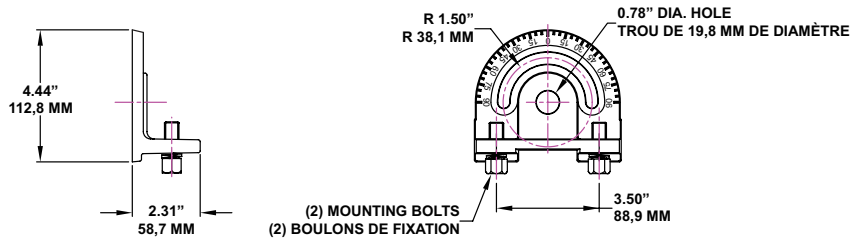

Figure 4: Crossarm Mounting Bracket (P/N: G-AM-8-CA) | Support de montage sur traverse (réf. : G-AM-8-CA)
1. Mount the luminaire with yoke to the crossarm mounting bracket with two 1/2 inch mounting bolts (supplied) and two 1/2 inch lockwashers (supplied). See Figures 4 & 5.
Montez le luminaire avec étrier sur le support de montage sur traverse à l'aide de deux boulons de montage de 1/2 po (12,7 mm) (fournis) et de deux rondelles de blocage de 1/2 po (12,7 mm) (fournies). Reportez-vous aux Figures 4 et 5.
4. Mount the luminaire with yoke to the crossarm mounting bracket with two 1/2 inch bolts (supplied) and two 1/2 inch lockwashers (supplied). See Figures 4 & 5.
Montez le luminaire avec étrier sur le support de montage sur traverse à l'aide de deux boulons de 1/2 po (12,7 mm) (fournis) et de deux rondelles de blocage de 1/2 po (12,7 mm) (fournies). Reportez-vous aux Figures 4 et 5.